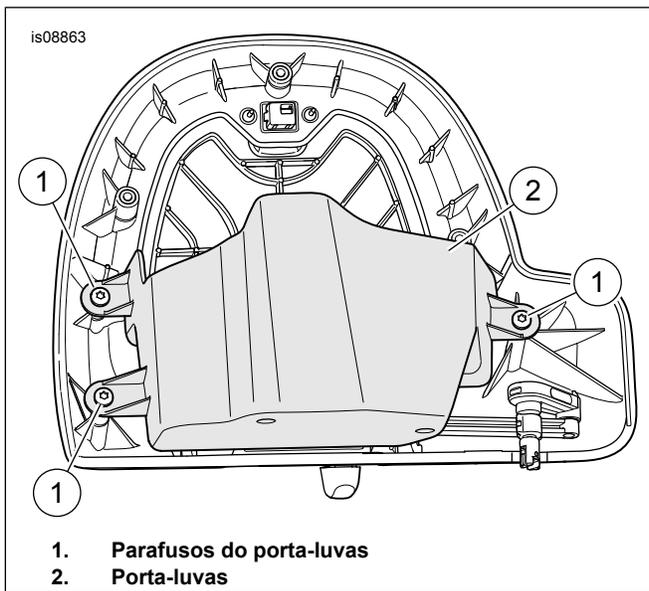

Figura 3. Parafusos do porta-luvas
3. Consulte Figura 3. Remova os três parafusos do porta-luvas. Remova o conjunto do porta-luvas (2).